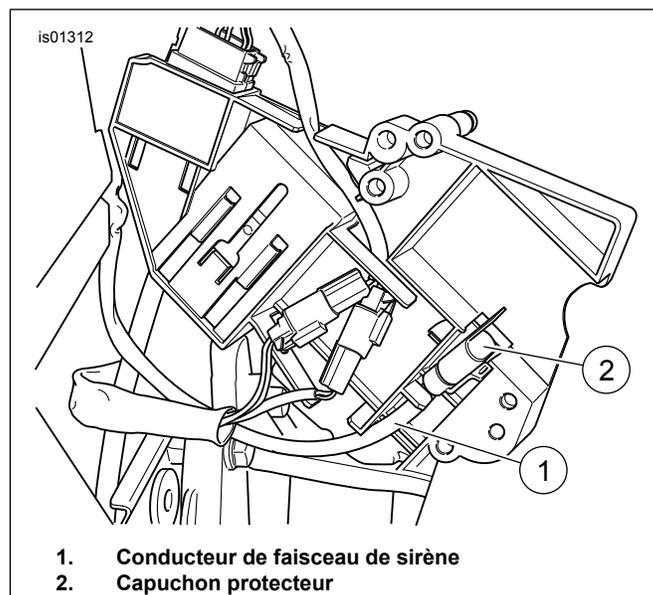

Figure 14. Faisceau de fils de sirène (Touring 2002-2007)
- Voir la figure 14. Retirer le fil du faisceau de sirène (1) de l'arrière du support électrique et retirer le capuchon de protection (2) du connecteur de la sirène de sécurité [142B].